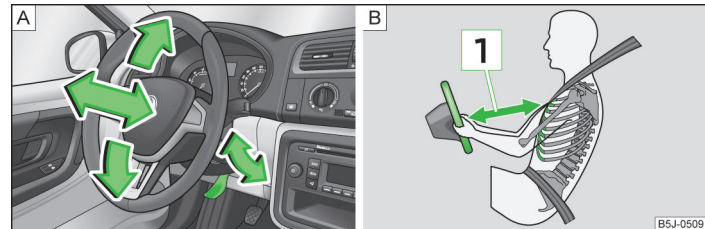

Abb. 88 Verstellbares Lenkrad: Hebel unter der Lenksäule / Sicherer Abstand zum Lenkrad
- Das Lenkrad so einstellen, dass der Abstand zwischen Lenkrad und Brustbein mindestens 25 cm beträgt **1** » **Abb. 88** auf Seite 99. Wenn Sie den Mindestabstand nicht einhalten, kann Sie das Airbag-System nicht schützen - Lebensgefahr!
- Den Hebel unter dem Lenkrad nach unten schwenken » **Abb. 88 - A.**